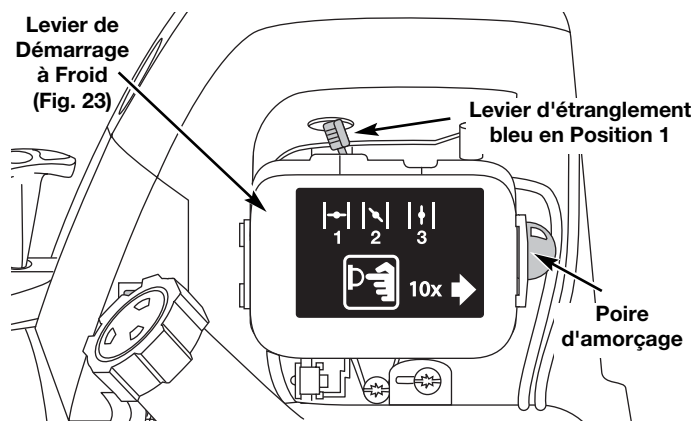

Fig. 7
4. Pressez et relâchez la poire d'amorçage à 10 reprises, lentement. Une certaine quantité d'essence devrait être visible dans la poire d'amorçage et les conduites d'essence (Fig. 7). Si vous n'apercevez pas d'essence dans la poire, pressez et relâchez la poire autant de fois qu'il le faut pour y voir de l'essence.
5. Placez le levier d'étranglement bleu en position 1 (Fig. 7).